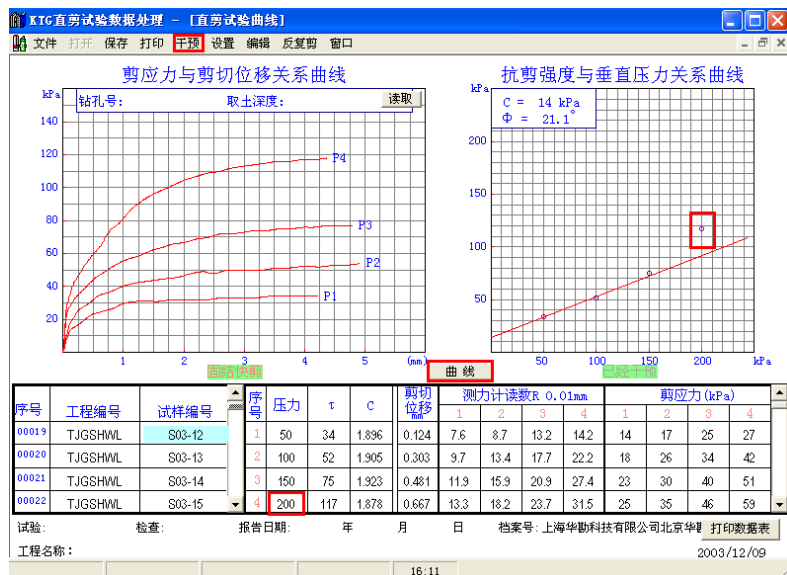

图 6-1 剪应力与剪切位移关系曲线
1. 生成曲线：选择处理的一个或若干文件，进入曲线显示“剪应力与剪切位移关系曲线”及试验数据表格，如图 6-1 所示。该文件根据不同工程编号，分别存入相对应的 kzj(x).txt 文件中
2. 干预曲线：如需人为调整 C、 Φ 值则可进入“干预”选项，然后用方向键进行调整，调整结束后选择“退出干预”，提示“曲线已修改”，根据需要选择是否保存修改后的数据。如果干预调整结束后还需回到干预前的数据，点击表中“曲线”即可恢复。如四个数据点中有个别点离散但不宜参加拟合，此时可将该点的压力值清除，点击“曲线”即可，（此时曲线会根据其余 3 点进行拟合）。如图 6-1 所示。